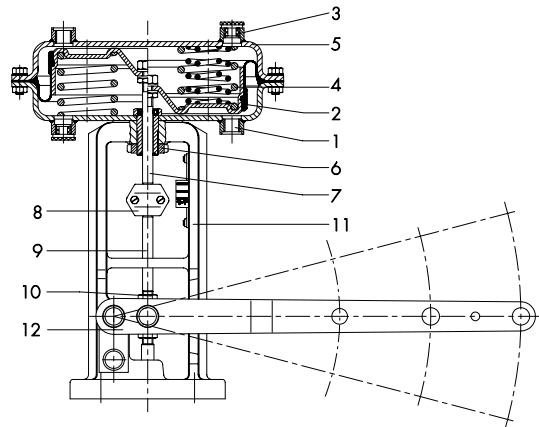

Bild 3 · Schnittbild des Stellantriebes Typ 3204-1
Wirkungsweise (Bild 3)
Die Wirkrichtung der Antriebsstange (7) hängt von der Einbaulage der Federn und vom Stelldruckanschluss ab (Bild 3):